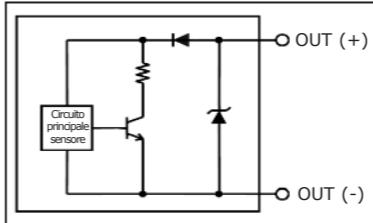

Fig. 1
*7: Se non viene applicata una corrente di ingresso, scatta l'allarme. La Fig. 1 illustra un circuito di allarme interno.